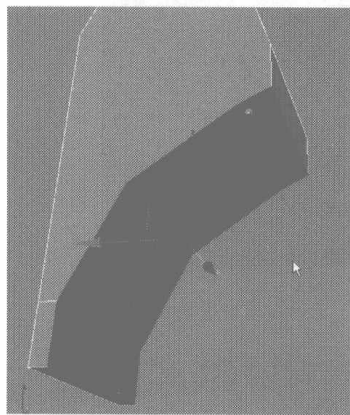
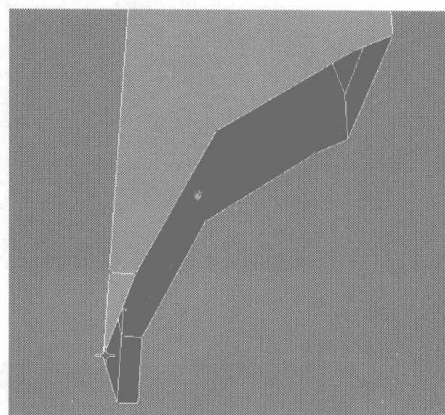

图 4.222
图 4.223
- 39** 选择如图 4.222 所示的面，按 Delete 键将其删除，切换为节点编辑，单击右键，在弹出的快捷菜单中选择 Target Weld 命令，焊接如图 4.223 所示的节点。